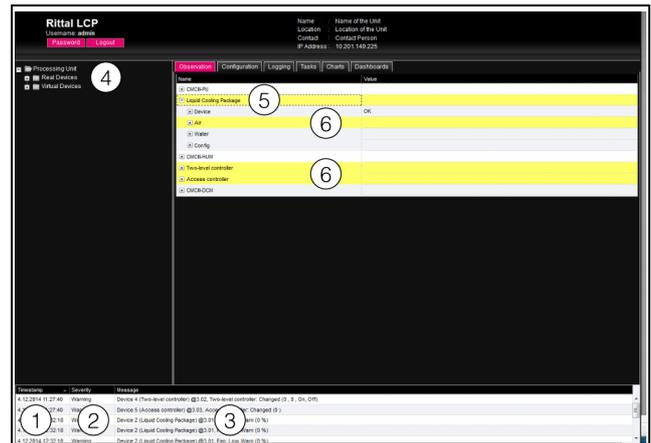

Abb. 109: Aufbau der Meldungsanzeige
1. Timestamp: Datum und Uhrzeit, wann der Fehler aufgetreten ist (Abb. 109, Pos. 1).
2. Severity: Schwere des aufgetretenen Fehlers. Es wird unterschieden zwischen Warnungen („Warning“) und Alarmen („Alarm“) (Abb. 109, Pos. 2).
3. Message: Fehlermeldung im Klartext (Abb. 109, Pos. 3).
- Linker Bereich (Navigationsbereich): Das Symbol vor der Komponente, an der der Fehler aufgetreten ist, wird im Navigationsbereich bei einer Alarmmeldung rot, bei einer Warnmeldung gelb eingefärbt (Abb. 109, Pos. 4).
- Rechter Bereich (Konfigurationsbereich): Auf der Registerkarte **Observation** wird die gesamte Komponente sowie der spezielle Parameter, für den die Warnung bzw. der Alarm anliegt, rot bzw. gelb eingefärbt (Abb. 109, Pos. 5 und 6).